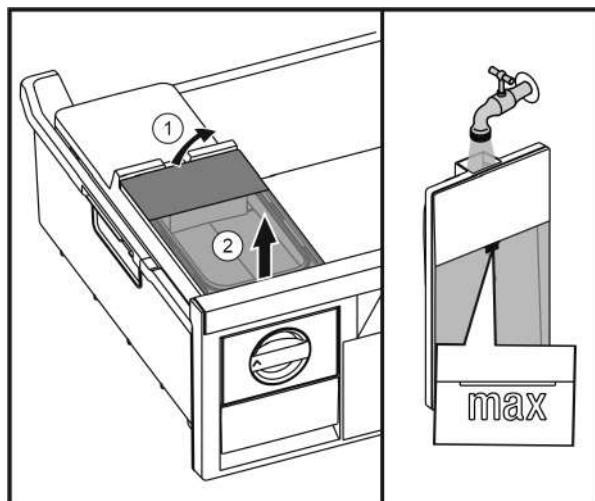

Fig. 30
- Підняти бак для води ззаду Fig. 30 (1) та вийняти вгору Fig. 30 (2).